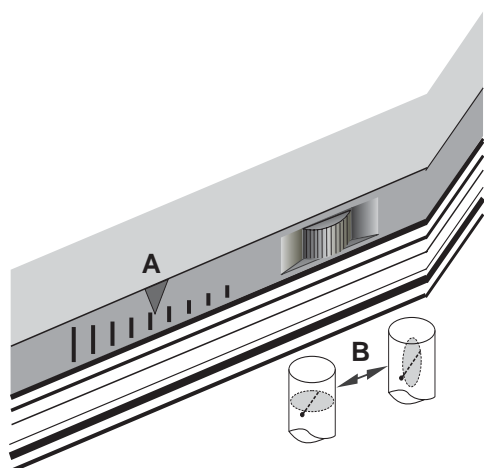

Fig. 6.6
6.6 VANNE PAPILLON DES FUMÉES VDF® (FIG. 6.6)
Pour modifier l'ouverture de cette vanne des fumées, tourner le bouton moleté vers la gauche (pour fermer) ou vers la droite (pour ouvrir). Il sera possible de visualiser le degré d'ouverture sur l'échelle graduée située à gauche de la commande (Fig. 6.6 : **A**- visualisation de l'ouverture de la vanne papillon ; **B**- ouverture de la vanne papillon dans le sens de rotation du sélecteur).
6.6 VÁLVULA DE HUMOS VDF® (FIG. 6.6)
Para modificar la apertura de la válvula de humos, girar la ruedecita moleteada a la izquierda (cierre) o a la derecha (apertura). Será posible visualizar la apertura en la escala graduada situada a la izquierda del mando (Fig. 6.6: **A**- visualización de la apertura de la mariposa; **B**- apertura de la mariposa en relación al sentido de rotación del selector).